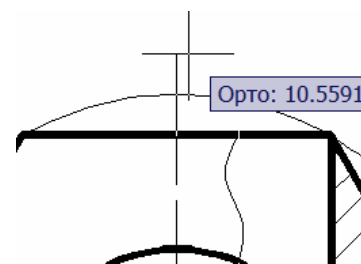

Рис. 5.42
40. Вычертить отрезками (  ) длиной **10** верхнюю и нижнюю части **вертикальной** оси на виде сверху (рис. 5.42).